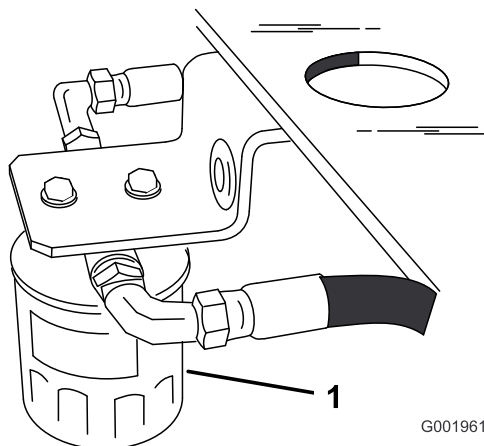

Bild 49
4. Stellen Sie unter den Filter unter dem Kraftstofftank eine Ablaufwanne (Bild 49).